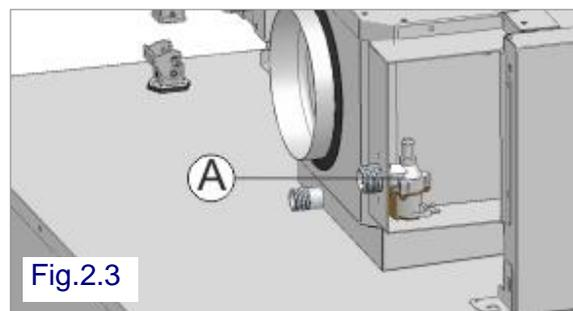

Fig.2.3
2.3 CONEXIÓN HÍDRICA – ENTRADA DEL AGUA (Fig. 2.3)